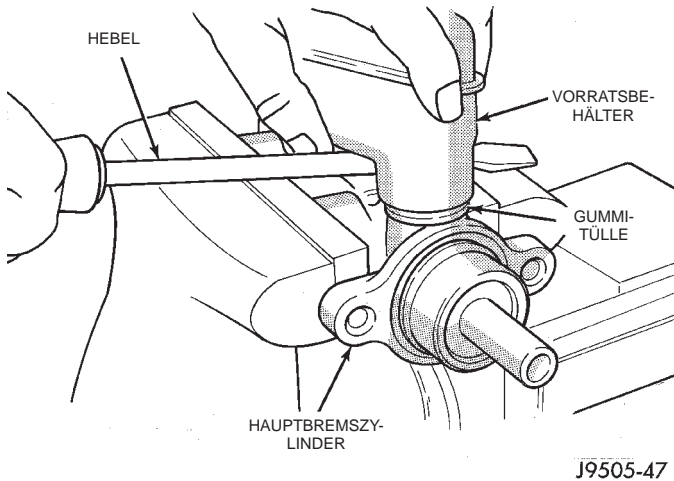

Abb. 42 Vorratsbehälter lockern
(4) Den Vorratsbehälter mit einem geeigneten Hebel in den Gummitüllen lockern (Abb. 42).